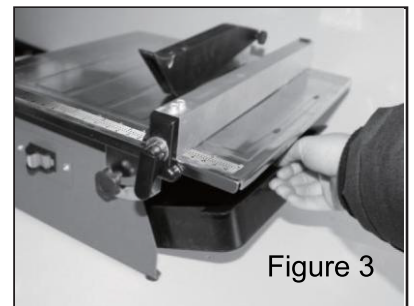

Figure 3
- a. Pour retirer le réservoir, faites-le glisser vers l'extérieur jusqu'à ce qu'il soit conforme au boîtier de la lame (figure 3).